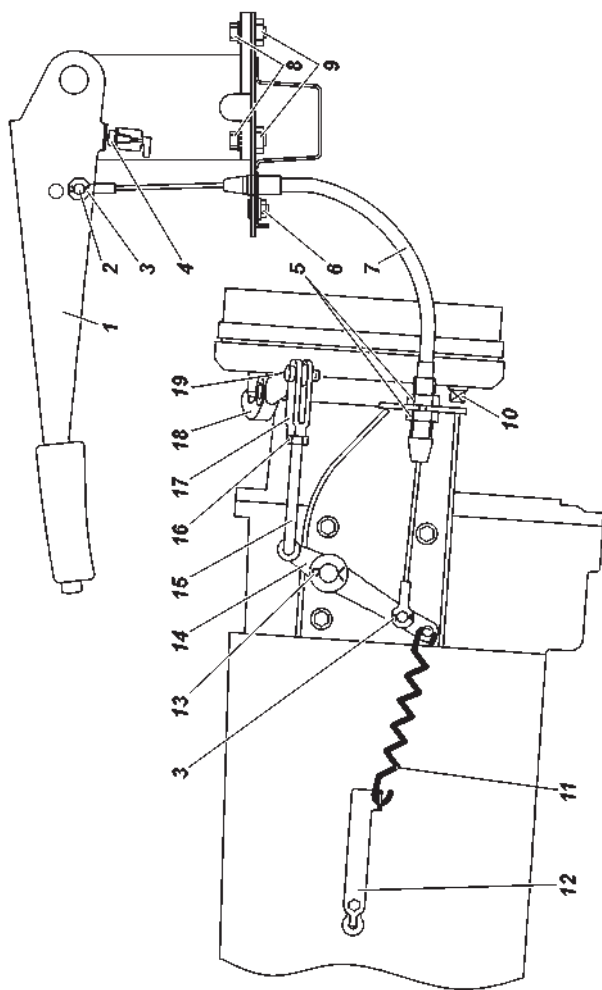

Рис. 9.33. Привод стояночного тормоза трансмиссионный:
Трансмиссионный стояночный тормоз, действующий на трансмиссию (рис. 9.33).
2. Переместите рычаг стояночного тормоза 1 (рис. 9.33) в крайнее нижнее положение.